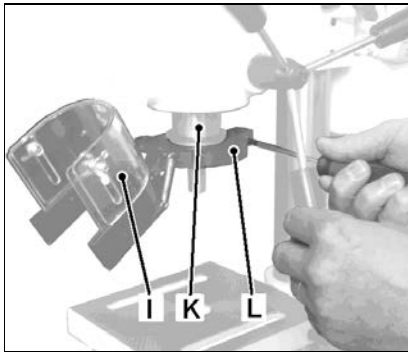

Рис. 2
Перед тем, как поставить сверлильный патрон, установите на пиноль (K) экран патрона (I, Рис. 2). Аккуратно затяните крепежный винт (L).